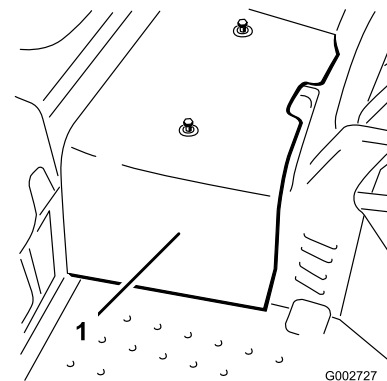

Bild 42
2. Lösen Sie die zwei Schrauben, mit denen die mittlere Haube an der Maschine befestigt ist, und nehmen Sie die Haube ab (Bild 42).